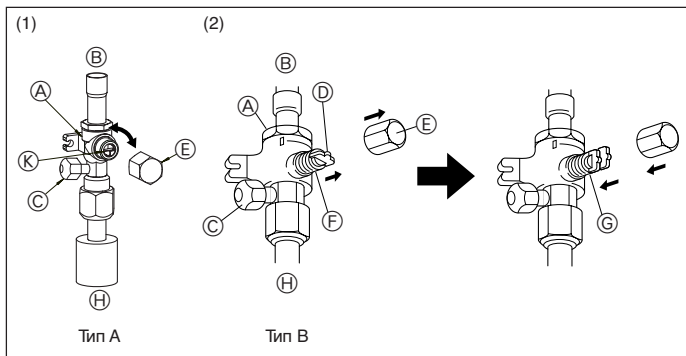

Fig. 5-7
(1) Тип А (Fig. 5-7)
(2) Тип В (Fig. 5-7)